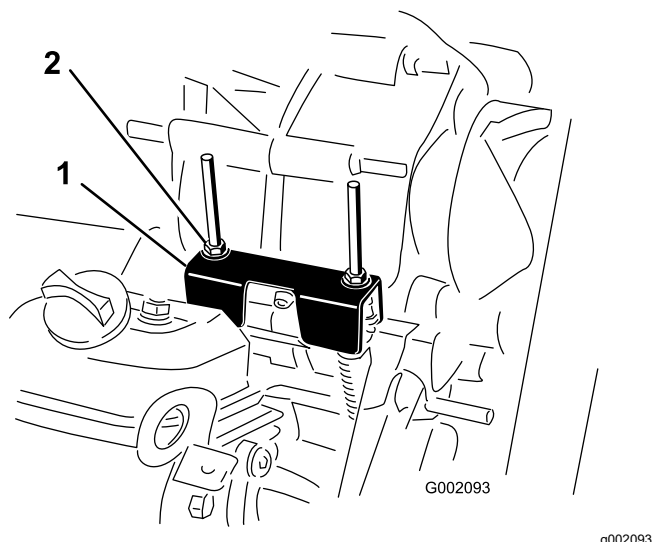

Figura 61
Durante l'esecuzione della manutenzione ordinaria e/o della diagnostica del motore, portate il transaxle in FOLLE (Figura 61). La macchina è dotata di una posizione di FOLLE sulla leva del cambio che controlla la folle nel transaxle. Per accertarvi che la leva del cambio in folle agisca correttamente sulla posizione di folle del transaxle, osservate i punti sotto indicati:
2. Assicuratevi che la staffa di folle sia in posizione di FOLLE (a livello della staffa di montaggio per cavo che si trova sotto la staffa del cambio) girando la frizione della trasmissione (Figura 61).
3. Ruotate uno dei dadi di bloccaggio (Figura 61) per ottenere un gioco di 0,762–1,524 mm tra la base del dado/della rondella e la staffa di folle.